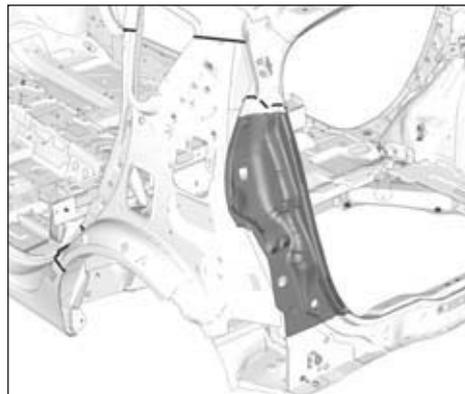

FIG.148
- Respecter la ligne de coupe (Fig.148).